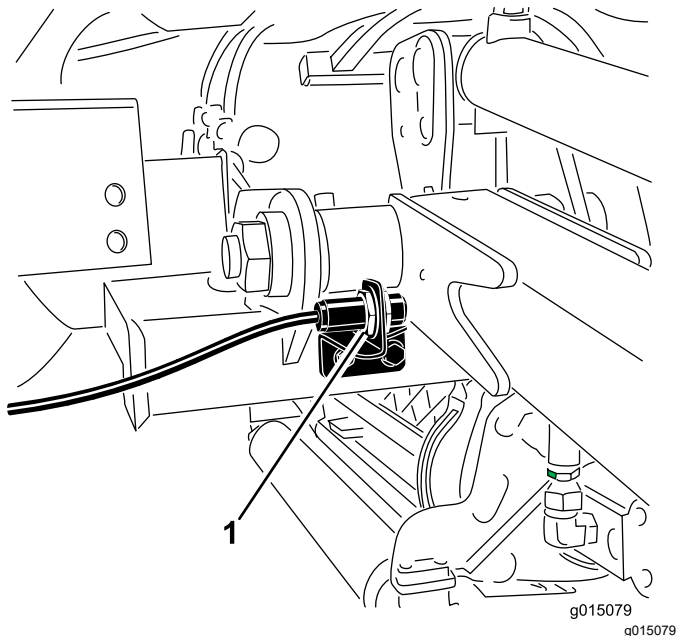

Figure 72
- Le contacteur des bras de levage se trouve derrière le bras de levage avant droit (Figure 72).
- Desserrez les vis de fixation du contacteur (Figure 72) et montez le contacteur pour augmenter la hauteur du changement de direction des bras de levage ou abaissez-le pour réduire la hauteur du changement de direction.